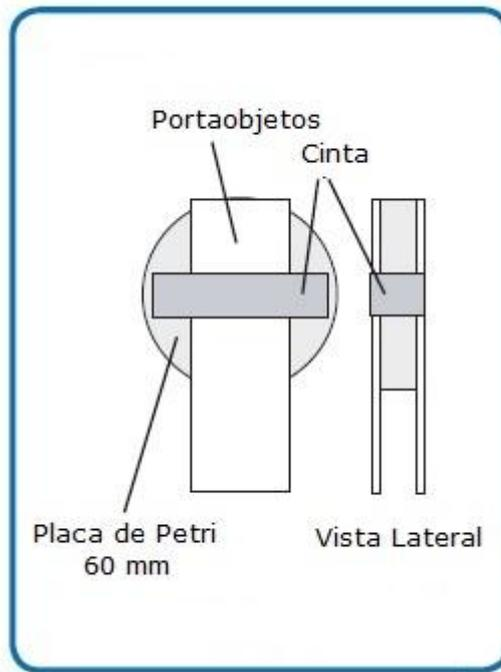

Figura 1
- Colocar un portaobjetos de microscopio en la base de la parte inferior de una placa de Petri (vea la **Figura 1**).